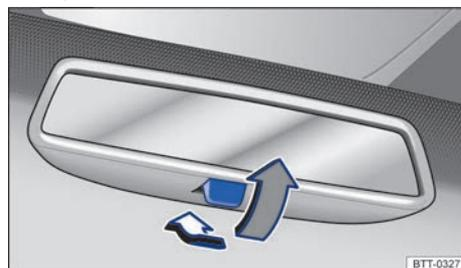

Fig. 90 En el parabrisas: retrovisor interior antideslumbrante manual.
- Para oscurecer el retrovisor, tire de la palanca hacia atrás → **fig. 90**.